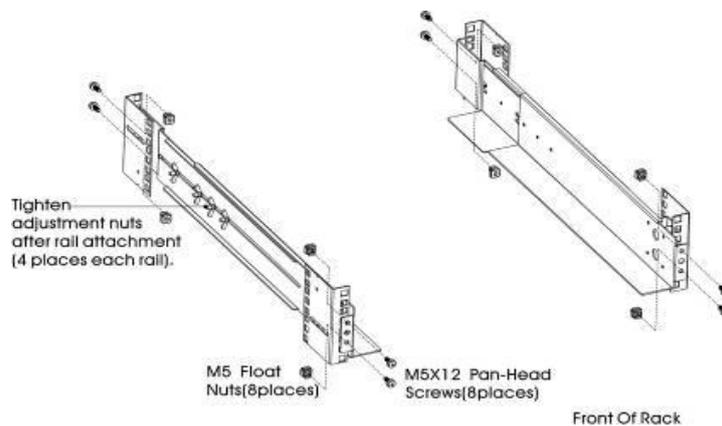

Figura 2
- b) Selezionare la dimensione corretta nel rack per il posizionamento dell'UPS (vedere Figura 2). La guida occupa quattro posizioni sulla parte anteriore e posteriore del rack.